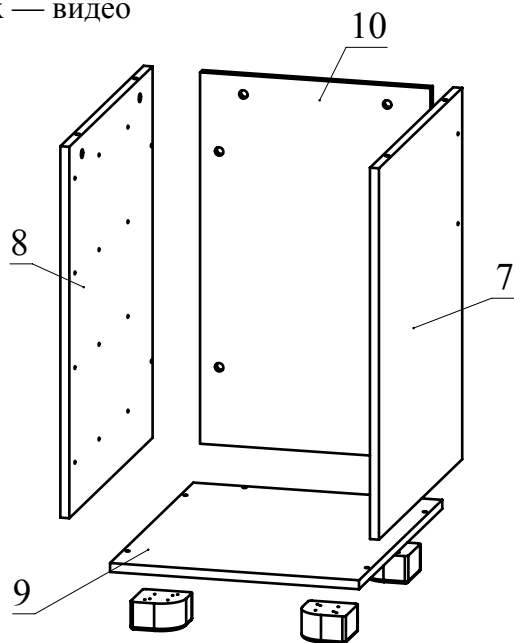
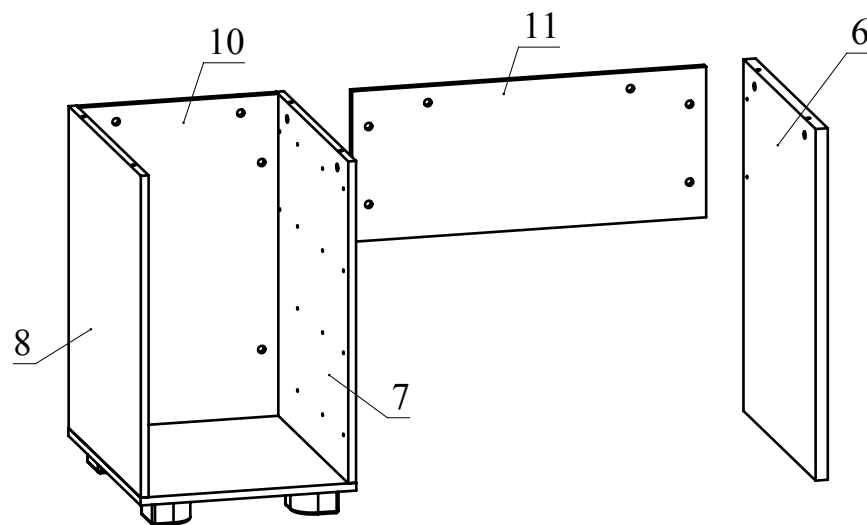

Рис.7
Рис.8
7. Прикрутите опоры к детали 9 при помощи шурупов 4х25 на расстоянии 20 мм от бокового края и на расстоянии 10 мм от переднего/заднего края. Вбейте опоры гвозди в деталь 6. Соедините детали 7, 8 с деталью 10 и затяните головки минификсов. Соедините деталь 9 с полученной конструкцией при помощи конфирматов (Рис. 7). Соедините детали 11 и 6 с полученной конструкцией и затяните головки минификсов (Рис. 8).